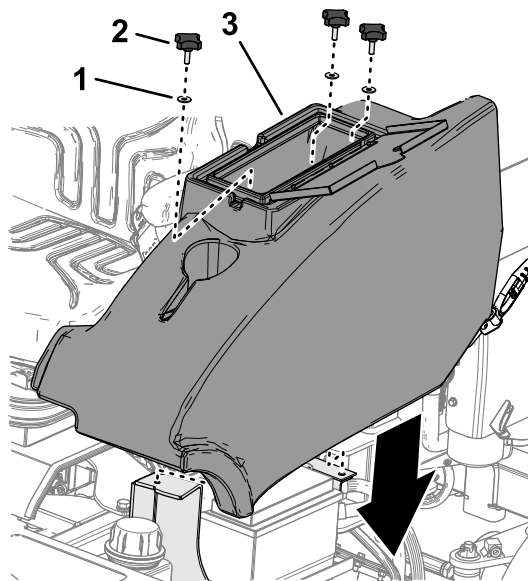

Figure 49
2. Montez le compartiment de rangement sur la machine avec les 3 boutons et les 3 rondelles (Figure 49)